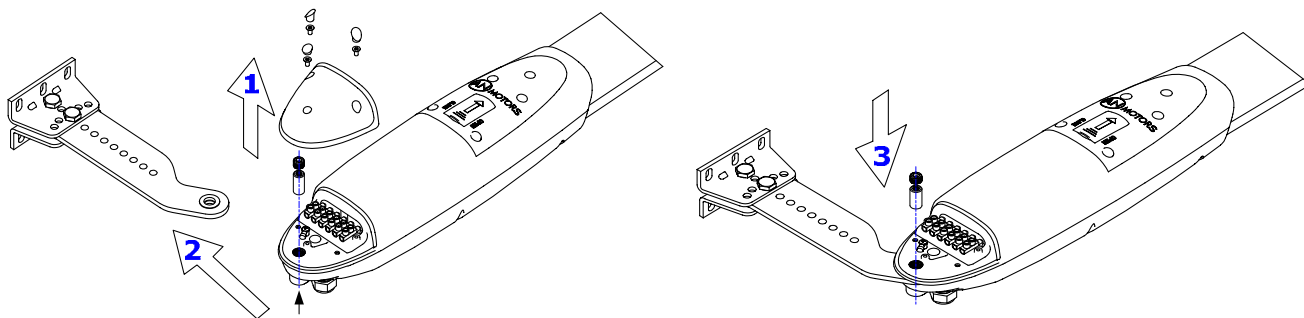
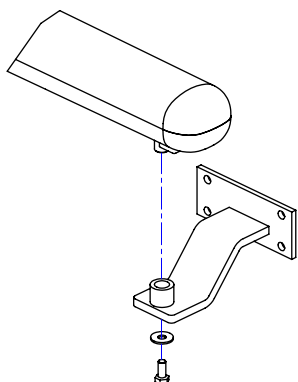

Рисунок 11. Установка привода на крепление заднее
Рисунок 12. Установка привода на крепление переднее
- Установите привод на заднее (Рисунок 11) и переднее (Рисунок 12) крепления. Используйте отверстие внизу корпуса привода, чтобы достать ось заднего крепления. Для установки привода на переднее крепление разблокируйте привод (раздел «4.3. Ручная разблокировка») и переместите створку руками.